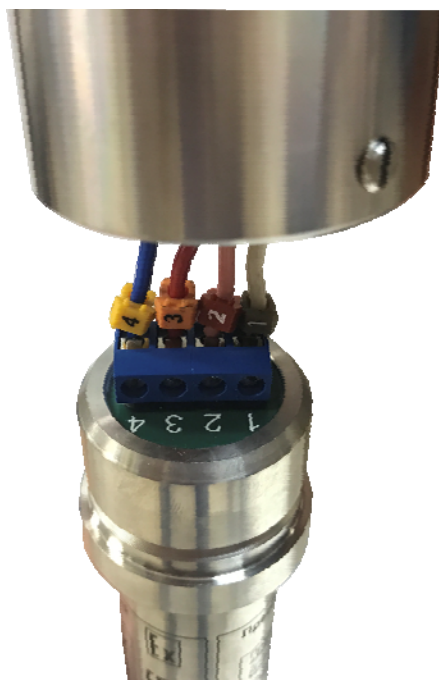

Рисунок 13 – Электрическое соединение крышки преобразователя и ответной части на внешнем корпусе
31. Выполните электрическое подключение контактов преобразователя (4) к ответной части на внешнем корпусе (2) в соответствии с обозначением на проводниках и клеммном устройстве при помощи подходящей отвертки (рис. 13).